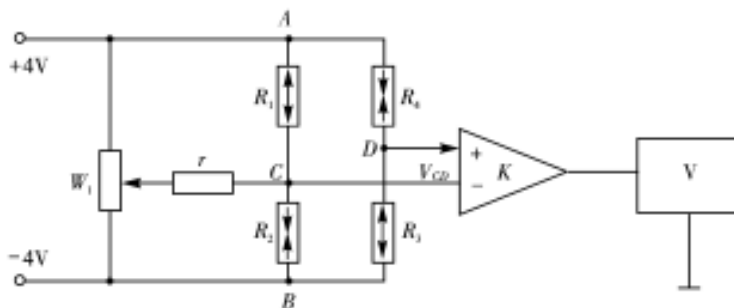

图 1 直流应变电桥电路图
2. 按图 1 接线，将直流电桥调平衡（即当应变梁不受力时  $VCD = 0$ ）。